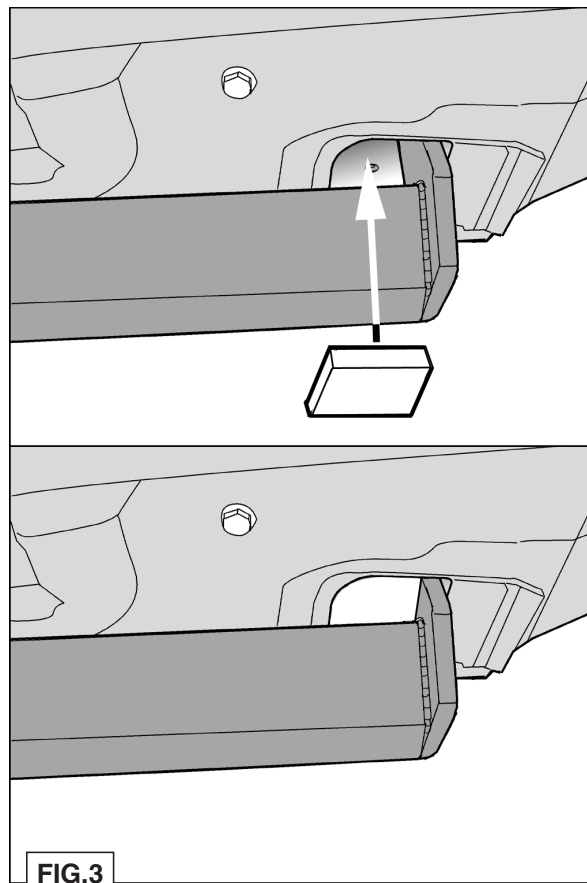

FIG.3
8. В качестве уплотнения, вставить два полиэтиленовых элемента в балки шасси. См. рисунок 3.